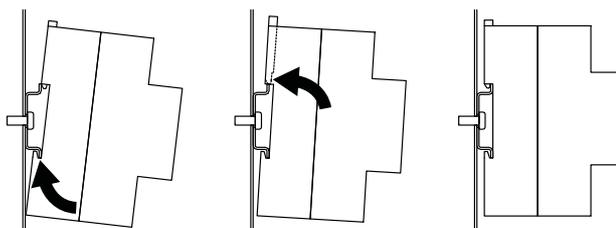

РИС. 2
- присоедините интерфейсную плату к рейке (рис.2);
- подключите кабель (СИНИЙ) к зажиму (N)
- подключите кабель питания (L) к плате VMF-SIT3 и к источнику питания термостата